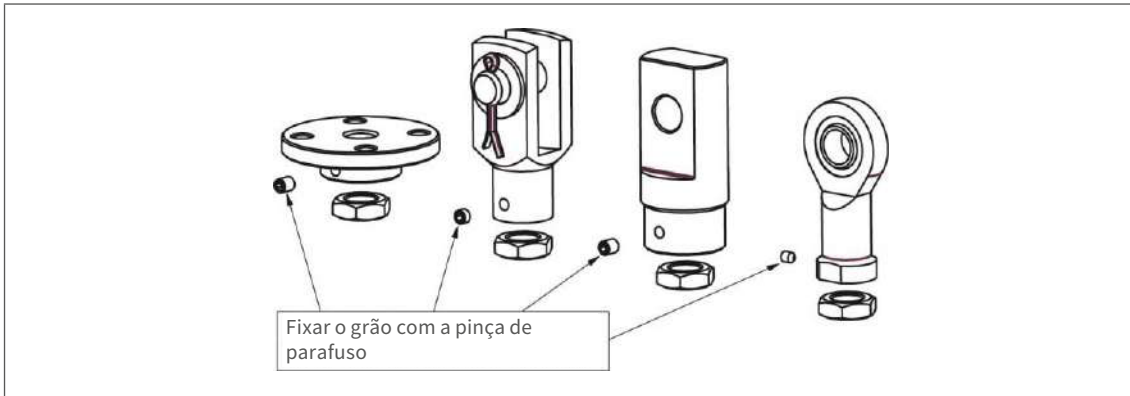

Fig. 7: Fixar flanges, forquetas, apoios oscilantes, olhais após ajustar a posição.
3. Colocar os parafusos para os tamanhos 50 e 100 da série ZA nos furos alongados utilizando anilhas (por exemplo, de acordo com a norma DIN 1441). Colocar a cabeça do fuso (ver Fig. 7), fixar os parafusos de segurança com um bloqueador de roscas (por exemplo, Loctite), colocar a porca de bloqueio (até ao tamanho 100).